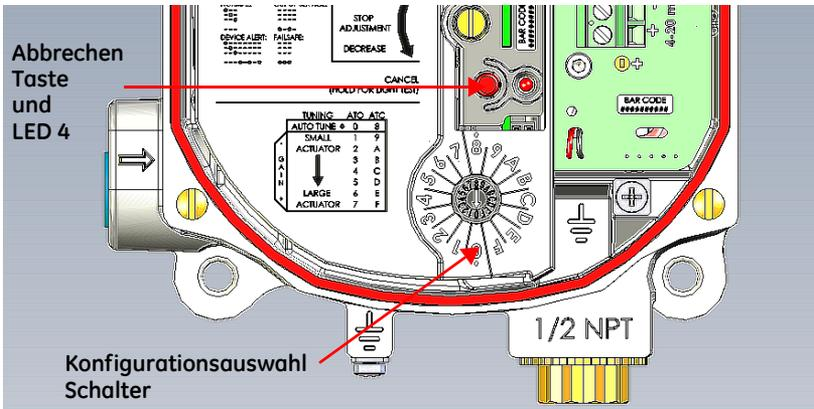

Abbildung 23 Konfigurationswahlschalter
- Wählen Sie mit dem *Konfigurationswahlschalter* einen voreingestellten Abstimmwert aus (Abbildung 23).